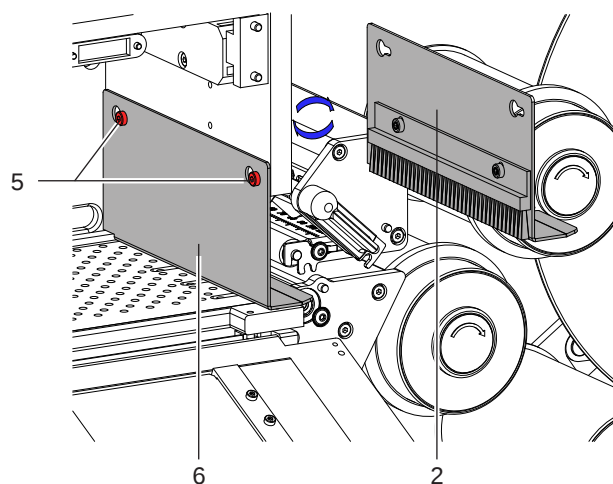

Bild 35 Führung wechsel
5. Schraube (9) am Rollenhalter (8) lockern.
6. Schraube (9) zur Seite schieben und die Verriegelung der Andruckrolle (7) aufheben.
7. Andruckrolle (7) leicht nach unten kippen und herausnehmen.
8. Andruckrolle (1) aus dem Umrüstsatz an die Position der ausgebauten Andruckrolle (7) einfügen.
9. Schraube (9) mit dem Riegel in Richtung Laserkammer schieben.
10. Schraube (9) anziehen um die Andruckrolle (1) zu sichern.
11. Führung Roller Tag (2) einbauen ▷ Bild 35
12. Pendelwalze (4) aus dem Umrüstsatz auf die am Pendel montierte Rolle (10) schieben.
13. Umlenkrolle (3) mit den zugehörigen Schrauben (3a) am Auslass der Laserkammer befestigen.